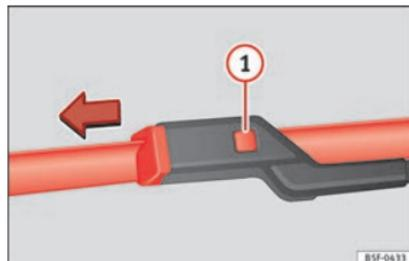

Fig. 200 Cambio de las escobillas del limpiaparabrisas.
- Mantenga presionada la tecla de desbloqueo » fig. 200 ❶ y tire a su vez ligeramen-